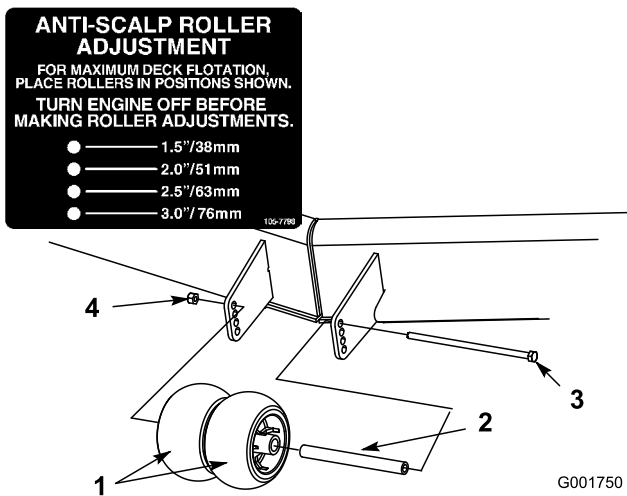

Figura 21
3. Después de ajustar la altura de corte, retire la tuerca con arandela prensada, el casquillo y el perno (Figura 21).
4. Seleccione el taladro que hará que los rodillos centrales estén lo más próximos posible a la altura de corte deseada (Figura 21).
5. Instale los rodillos centrales, el casquillo, el espaciador, el perno y la tuerca (Figura 21).